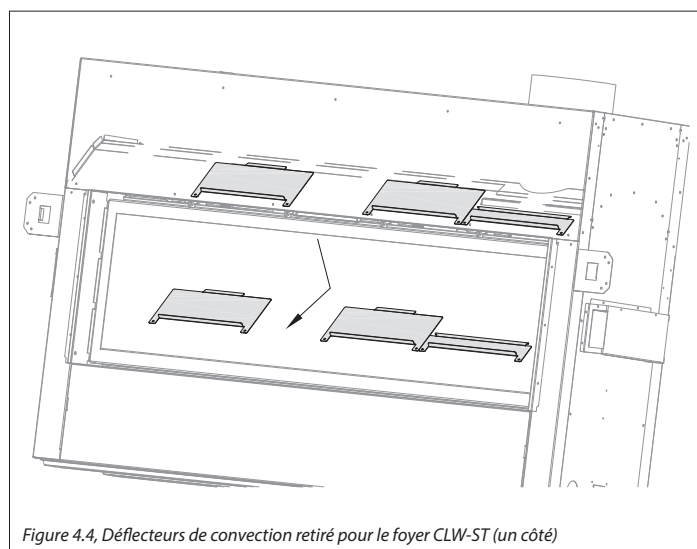

Figure 4.4, Déflecteurs de convection retiré pour le foyer CLW-ST (un côté)
CLW-ST : Retirez du foyer les (6) déflecteurs de convection. Ces déflecteurs sont fixés chacun par (2) vis, derrière le bord supérieur des deux ouvertures du foyer (voir Figure 4.4).